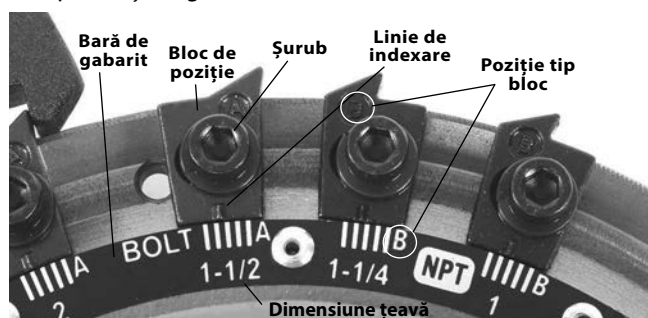

Figura 15 – Reglarea dimensiunii filetelui
6. Asigurați-vă întotdeauna că tipul blocului de poziție se potrivește (Figura 15).